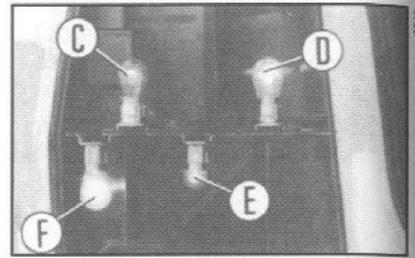

fig. 18
As lâmpadas são fixadas através de soquetes de encaixe **fig. 18**.
**Uno - fig. 18**